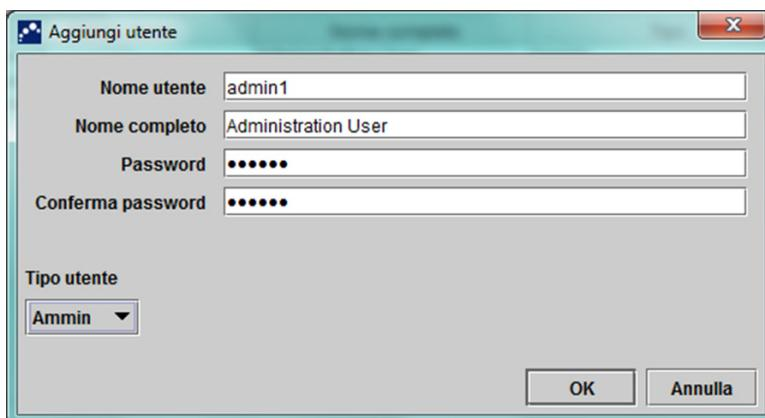

Figura 2-72. Finestra di dialogo Aggiungi utente
3. Fare clic su **Aggiungi**. Verrà visualizzata la finestra di dialogo Aggiungi utente. Vedere la Figura 2-72.